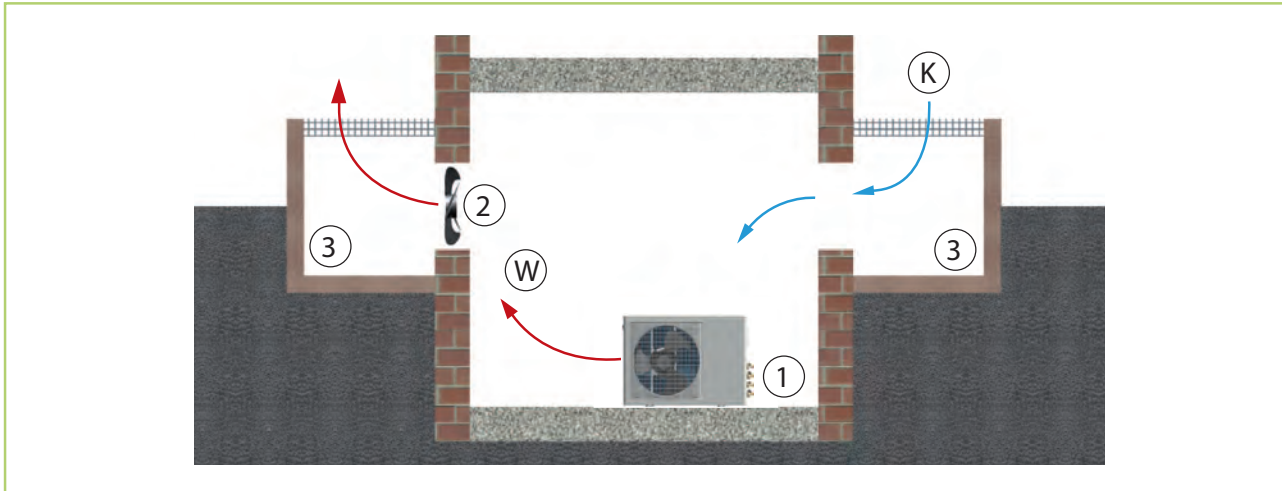

Abb. 16: Aufstellung im Gebäudeinneren
- Sorgen Sie für eine ausreichende Wärmeabfuhr, wenn das Außenteil im Keller, auf dem Dachboden, in Nebenräumen oder Hallen aufgestellt wird (Abb. 16).
- Installieren Sie einen zusätzlichen Ventilator, der über den gleichen Luftvolumenstrom des im Raum aufzustellenden Außenteiles verfügt und der eventuelle zusätzliche Druckverluste durch Luftkanäle kompensieren kann (Abb. 16).